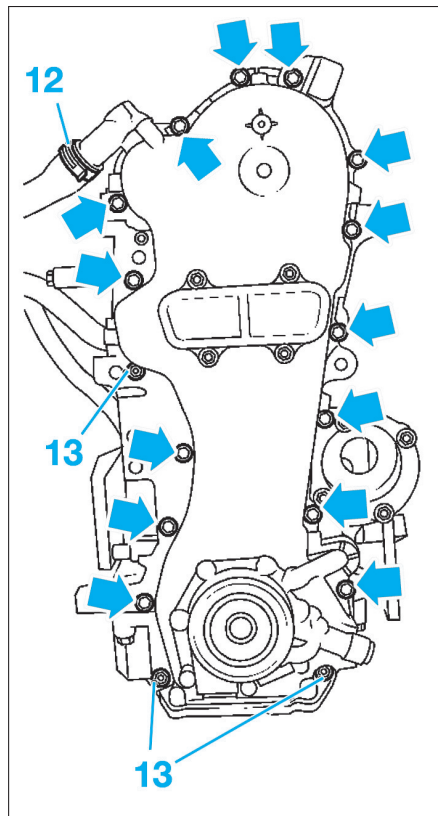

FIG. 11
- Désaccoupler le flexible de mise à l'air libre (12) (Fig.11).
- les 3 écrous (13) du carter de distribution,